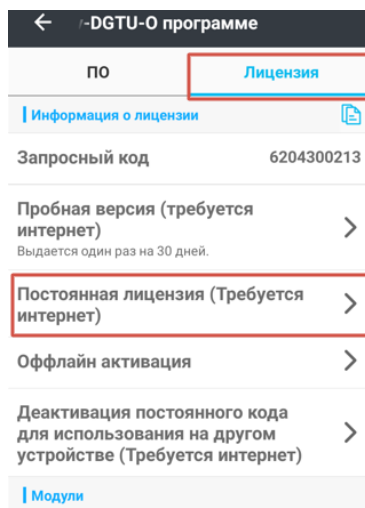

Рисунок 1.4.3
3. Раздел лицензии (Рисунок 1.4.3)